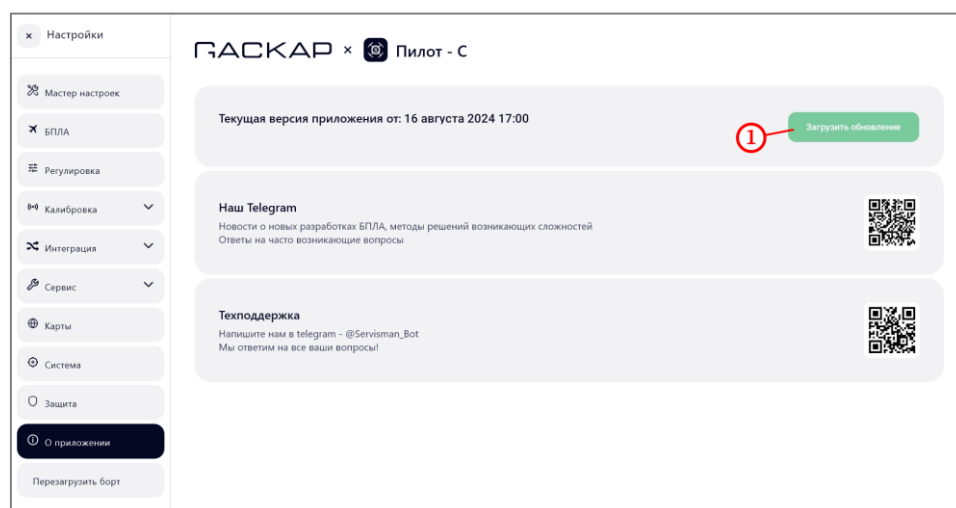
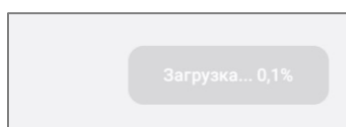

Рисунок 121 – Проверка наличия обновлений
Рисунок 122 – Загрузка обновления
- при наличии новой версии нажать на кнопку «Загрузить обновление» (рисунок 121, шаг 1). Процесс загрузки будет отображаться на экране в процентах (рисунок 122);